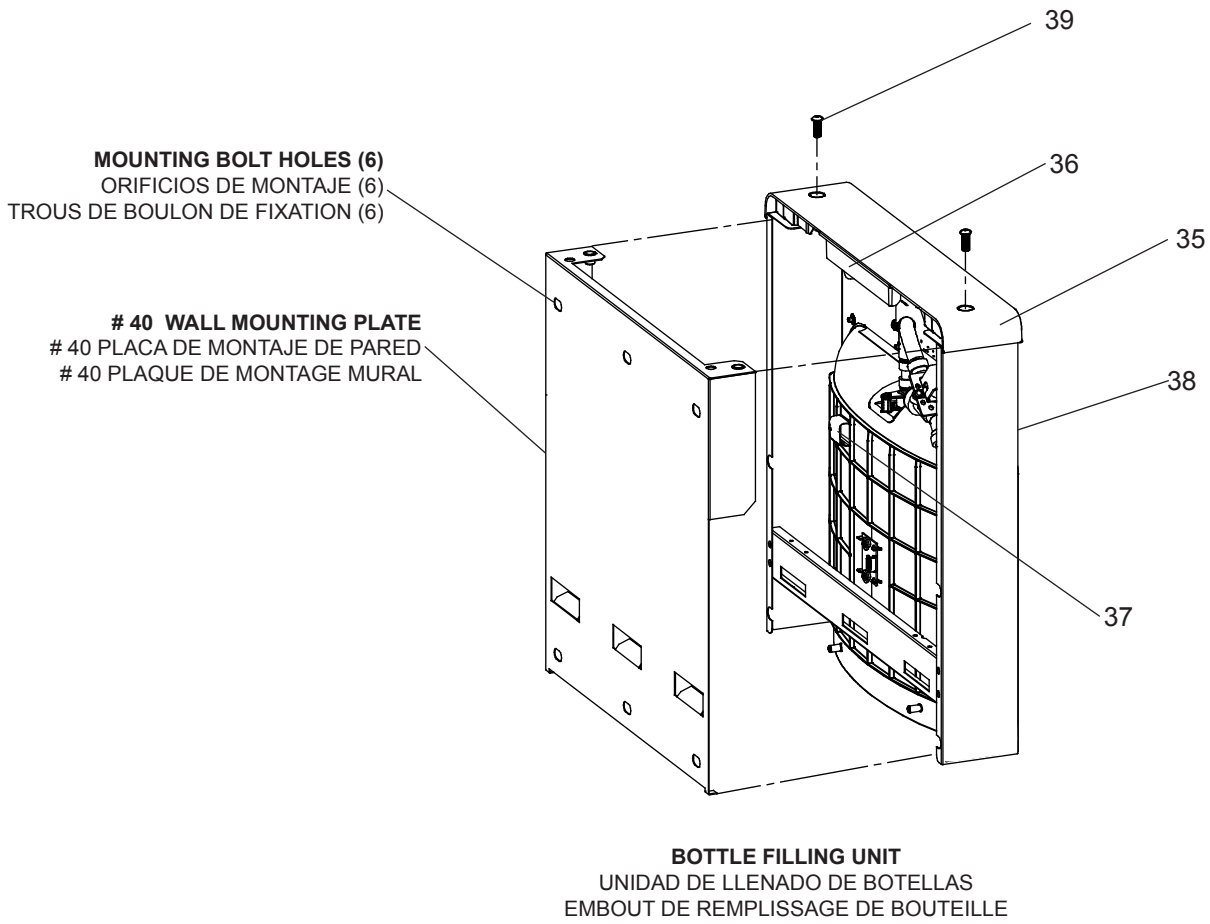
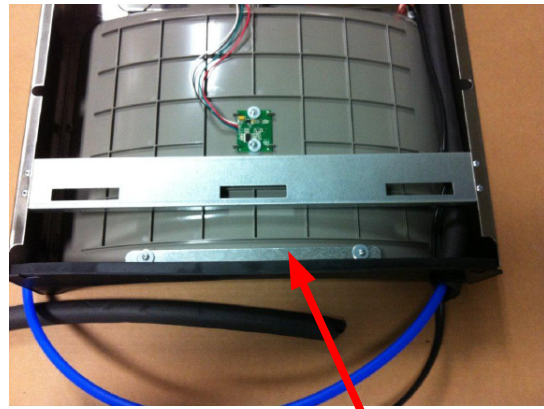

Fig. 4
Fig. 6
- 1) Remove two (2) mounting screws with 5/32" Allen wrench holding top cover to Bottle Filler (See Fig.4, Pg. 6). Remove top cover. Note do not discard mounting screws, they will be needed to reinstall top cover.
- 4) Install wall mounting plate to wall using six (6) 7/16" obround mounting holes (mounting bolts not included) (See Fig.4, Pg. 6). Use appropriate fasteners for your wall type.
- 7) Feed power cord & 3/8" water line through hole in tower/basin gasket (See Fig 6, Pg. 6).
- 10) With the power cord, wire(s), and waterline through hole on top of water cooler place Bottle Filler on the three (3) angled tabs protruding from the wall mounting plate, installed on wall. Make sure round boss in gasket fits in hole of basin. (See Fig. 6, Pg. 6).
- 11) Once Bottle Filler is installed on wall plate tabs, water line, wire(s) and power cord are installed properly, push top of Bottle Filler toward wall and line up top cover two (2) holes.
- 12) Reinstall Top Cover on Bottle Filler (See Fig. 4, Pg. 6) with two mounting screws from step 1 above. Caution, do not over tighten screws.
- 10) Con el cable de alimentación, cable (s), y la línea de flotación a través del agujero en la parte superior de la botella de agua más fría lugar de relleno en los tres (3) pestañas inclinadas que sobresalen de la placa de montaje en la pared, instalada en la pared. Asegúrese de que el jefe ronda en junta encaja en el agujero de la cuenca. (Ver Fig. 6, pág 6).
- 11) Una vez Botella de relleno está instalado en orejas de la placa de la pared, la línea de agua, cable (s) y el cable de alimentación se ha instalado correctamente, empuje la parte superior de la botella de relleno hacia muro y la línea de cubierta superior y dos (2) agujeros.
- 12) Vuelva a instalar la cubierta superior de la botella de relleno (Ver Fig. 4, pág 6) con dos tornillos de montaje desde el paso 1 anterior. Precaución, no apretar demasiado los tornillos.
- 1) Retirez les deux vis (2) de montage avec 5/32 "clé Allen tenant capot supérieur pour bouteille de remplissage (voir figure 4, Pg 6). Retirez le couvercle supérieur. Remarque Ne jetez pas les vis de montage, ils seront nécessaires pour réinstaller le capot supérieur
- 4) Installer la plaque de montage de mur à mur à l'aide de six (6) 7/16 "oblong trous de fixation (vis de fixation non inclus) (Voir la figure 4, pg. 6). Utiliser des attaches appropriées à votre type de mur.
- 7) Nourrir le cordon d'alimentation et 3/8 "ligne d'eau à travers le trou dans la tour / bassin joint (voir figure 6, pg. 6).
- 10) Avec le cordon d'alimentation, le câble (s), et la ligne de flottaison à travers le trou sur le dessus de l'eau plus froide lieu bouteille de remplissage sur les trois (3) pattes coudées dépassant de la plaque de montage mural, installé sur le mur. Assurez-vous que patron de ronde en joint inscrit dans le trou de bassin. (Voir fig. 6, pg. 6).
- 11) Une fois Bouteille de remplissage est installé sur les onglets de la plaque murale, ligne d'eau, fil (s) et le cordon d'alimentation sont installés correctement, appuyez dessus de bouteille de remplissage vers mur et aligner rembourrage deux (2) trous.
- 12) Réinstallez le couvercle sur bouteille de remplissage (fig. 4, pg. 6) avec deux vis de fixation de l'étape 1 ci-dessus. Attention, ne pas trop serrer les vis